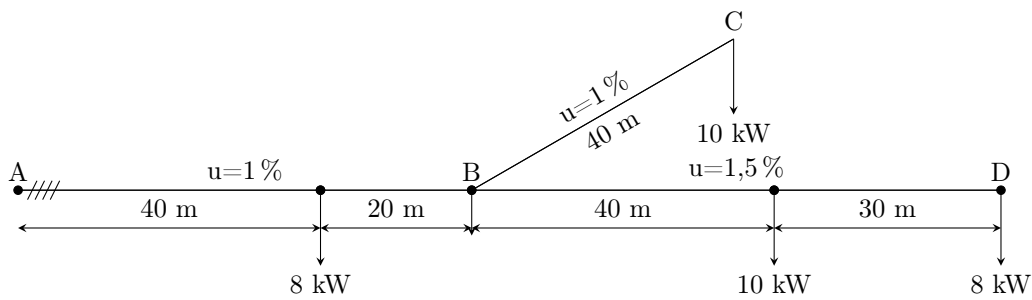

Figura 7.17: Diagrama unifilar del problema 7.33.
- 7.33 (P.2-6.) Calcular la sección de los tramos AB, BC y BD de la línea de la figura 7.17, con los valores máximos de caídas de tensión indicados. Los conductores son de cobre en cable tetrapolar, aislado con XLPE, 0,6/1 kV y la instalación es bajo tubo en montaje superficial.